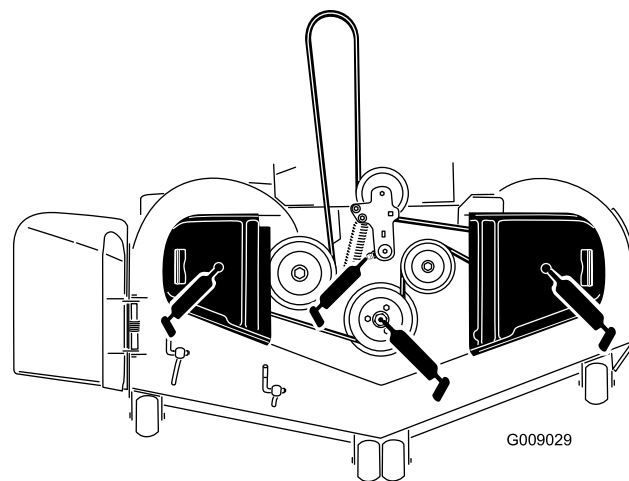

Figure 45
3. Graissez le pivot de la poulie de tension du tablier de coupe jusqu'à ce que la graisse ressorte par le bas (Figure 45).
4. Si la machine est munie d'axes graissables, lubrifiez les roulements des 3 axes jusqu'à ce que la graisse ressorte par les joints inférieurs (Figure 45).